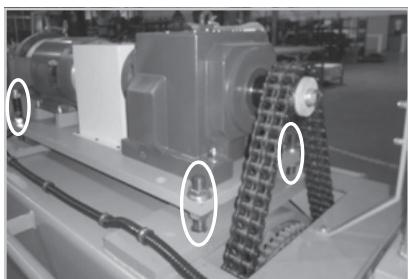

Figure 68
- Étape 1. Baisser la plaque de montage du moteur pour laisser un peu de mou dans la chaîne (Figure 68).
Seulement 3 des 4 écrous sont illustrés à la Figure 68.